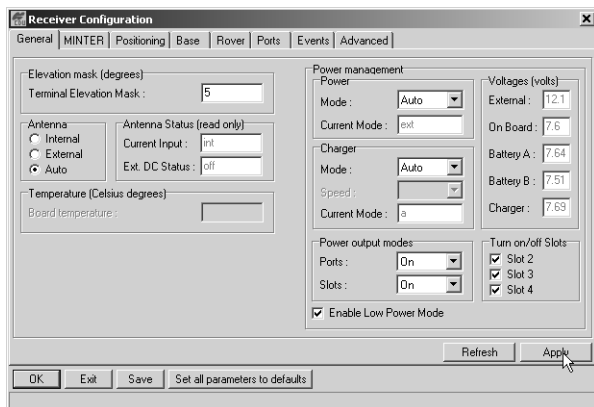

Figura 2-19. Habilitar y Aplicar los Valores de Energía
8. Seleccione y habilite cada una de las casillas de verificación de Turn on/off Slots para habilitar los slots internos correspondientes (Figura 2-19 en la página 2-22).
9. Seleccione y habilite la casilla de verificación **Enable Low Power Mode** para que el procesador del receptor pase al modo de bajo consumo de energía (Figura 2-19).